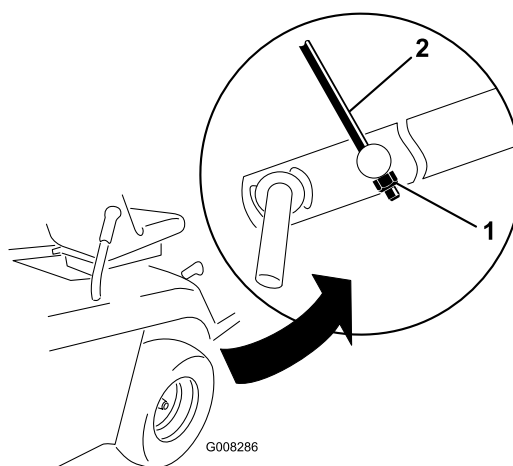

Figure 44
- Réglez le contre écrou M8 à l'extrémité de l'ensemble tige de réglage de hauteur jusqu'à ce que la tige soit légèrement tendue (Figure 44).